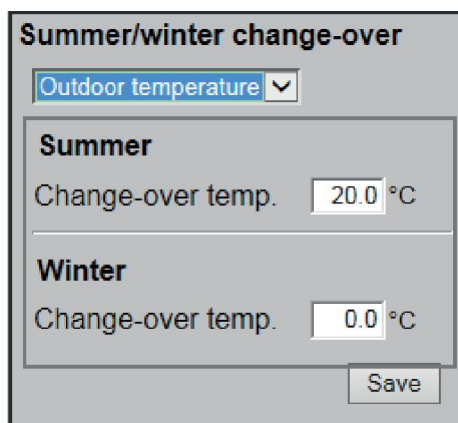

Рис. 37: Температура наружного воздуха
3. ▶ При выборе типа управления «Наружная температура» также необходимо установить температуры смены режима лето/зима (Рис. 37).